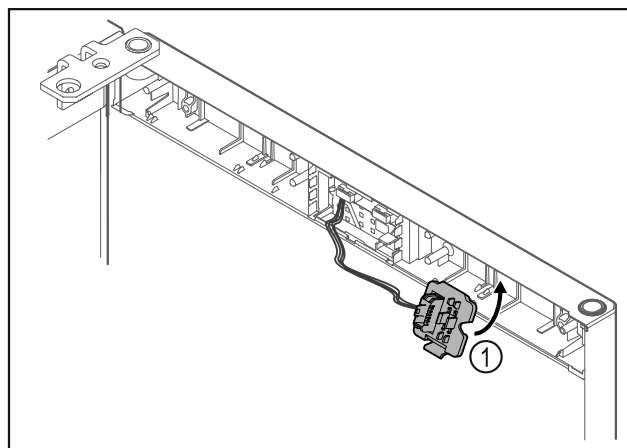

Fig. 23
- ▶ Steckerhalterung Fig. 23 (1) auf Gegenseite einrasten.